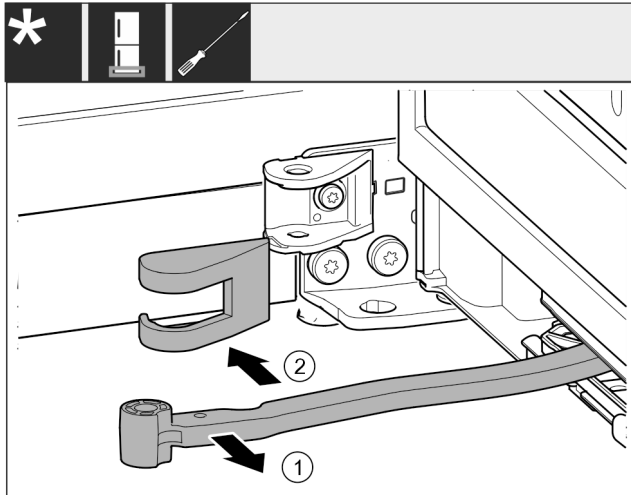

Fig. 16
- ▶ Okrenite zglobov u smjeru vrata. Fig. 16 (1)
- ▶ Skinite pokrov podloška ležaja. Fig. 16 (2)